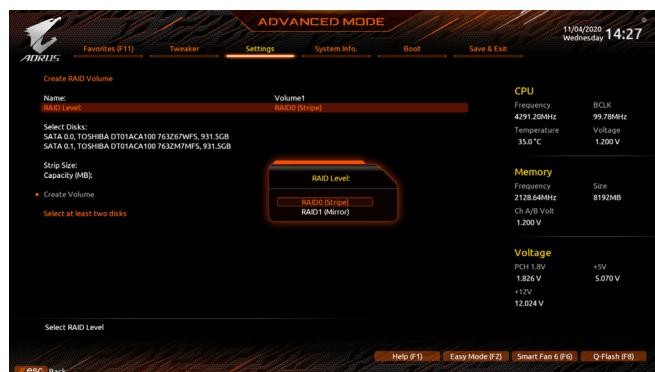

図3
Intel(R) Rapid Storage Technology メニューにおいて、Create RAID Volume で<Enter>を押して Create RAID Volume 画面に入ります。Name の項目の下に1~16文字(特殊文字は使用できません)のボリューム名を入力し、<Enter>を押します。次に、RAID レベルを選択します(図 3)。サポートされる RAID レベルには RAID 0、RAID 1、RAID 10、と RAID 5 が含まれています(使用可能な選択は取り付けられているハードドライブの数によって異なります)。次に、下矢印キーを用いて Select Disks に移動します。